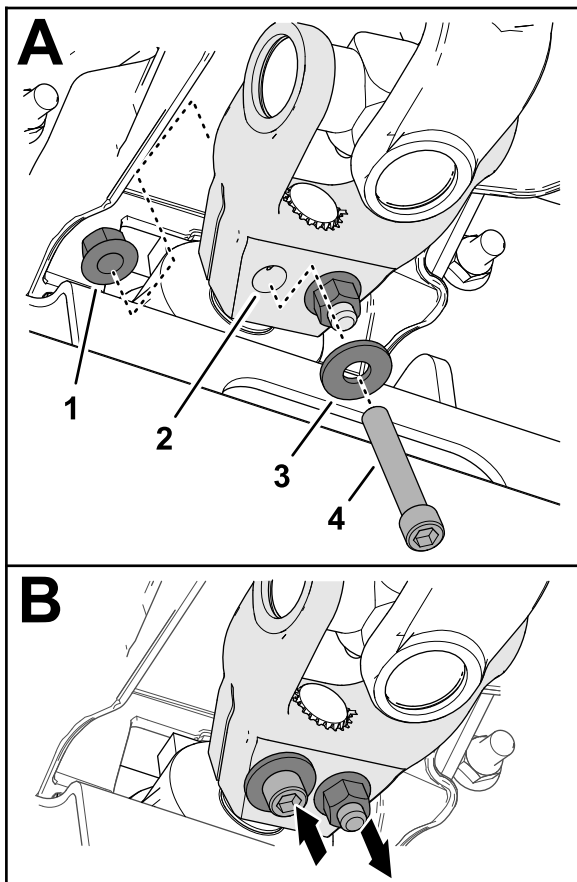

Figura 19
6. Montate un bullone senza dado a brugola ( $\frac{3}{8}$ " x  $2\frac{1}{4}$ ") attraverso una rondella ( $\frac{3}{8}$ ") e il foro nella forcella dell'albero di trasmissione (Figura 19), e fissate il bullone senza dado con un dado di bloccaggio flangiato ( $\frac{3}{8}$ ").
7. Montate un bullone senza dado a brugola ( $\frac{3}{8}$ " x  $2\frac{1}{4}$ ") attraverso una rondella ( $\frac{3}{8}$ ") e il foro nella forcella dell'albero di trasmissione dalla direzione opposta (Figura 19), e fissate il bullone senza dado con un dado di bloccaggio flangiato ( $\frac{3}{8}$ ").